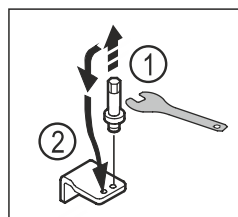

Fig. 21
- ▶ Відкрутіть болт нижнього опорного кронштейна за допомогою шестигранного ключа SW5. Fig. 21 (1)
- ▶ Вставте болт із протилежного боку. Fig. 21 (2)